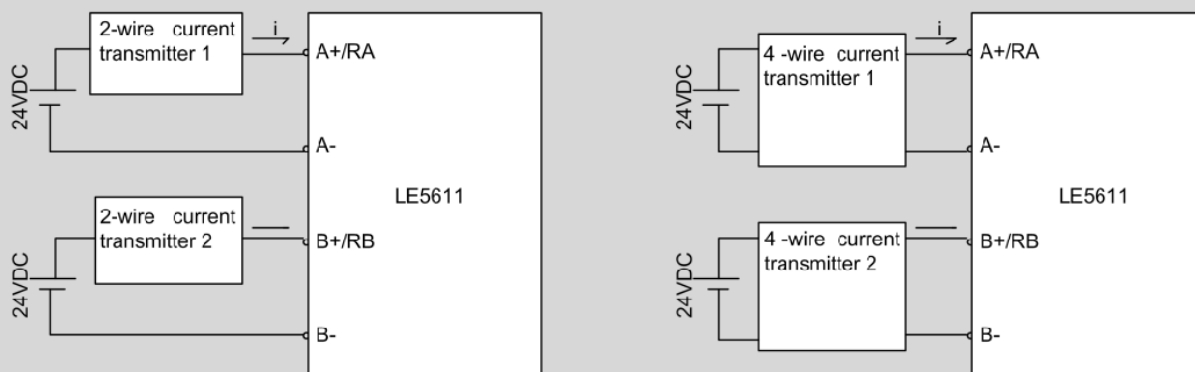

Рисунок 104Схема подключения с 2-мя проводамиСхема подключения с 4-мя проводами
- Двухпроводная и четырехпроводная схемы подключения показаны на рис. 104. Питание передатчика должно осуществляться от внешнего источника, а также может быть выбран выход 24 В постоянного тока модуля ЦПУ в соответствии с требованиями к мощности.